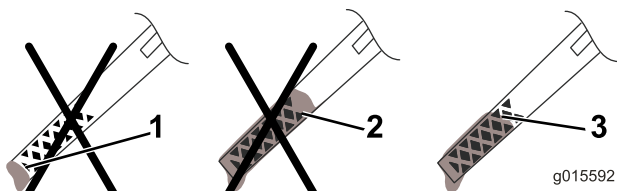

Figura 28
13. Retire la varilla y compruebe el nivel de aceite en la misma (Figura 28).